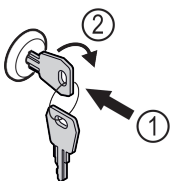

Fig. 120
- ▶ Вставьте ключ Fig. 120 (1).
- ▶ Поверните ключ на 90° по часовой стрелке Fig. 120 (2).